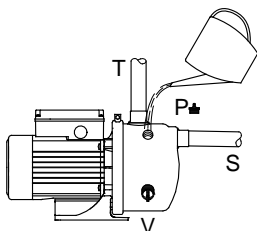

Fig. 5 Påfyldning af vand
Skru proppen (V) ud, se fig. 5, og monter ejektorventilen i hullet.
1. Afmonter proppen (P). Se fig. 5.